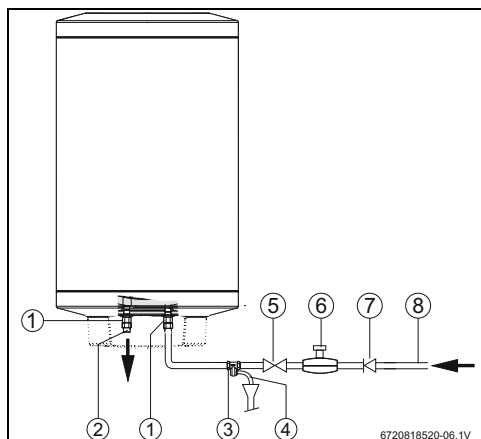

Fig. 10 Ligação de água
**i** De forma a evitar problemas provocados por alterações de pressão súbitas na alimentação, aconselha-se a montagem de uma válvula anti-retorno a montante do termoacumulador (Fig. 10, [7]).
- ▶ Instalar a válvula de segurança na entrada de água do termoacumulador (Fig. 10).
Se a pressão de entrada de água for superior a 80% da pressão máxima do termoacumulador (6,4 bar), instalar uma válvula redutora (Fig. 10).
- ▶ Fechar a válvula de corte de água (→ Fig. 10).